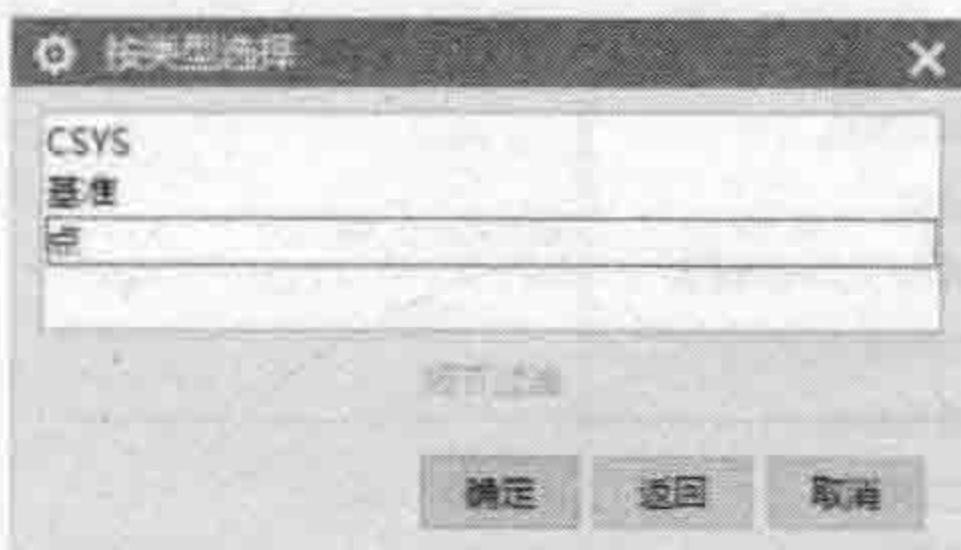

图 1-10 类型过滤器
- 【过滤器】：用户可以通过指定一个类型，通过框选选中全部相同类型的对象或者特征，如图 1-10 所示。